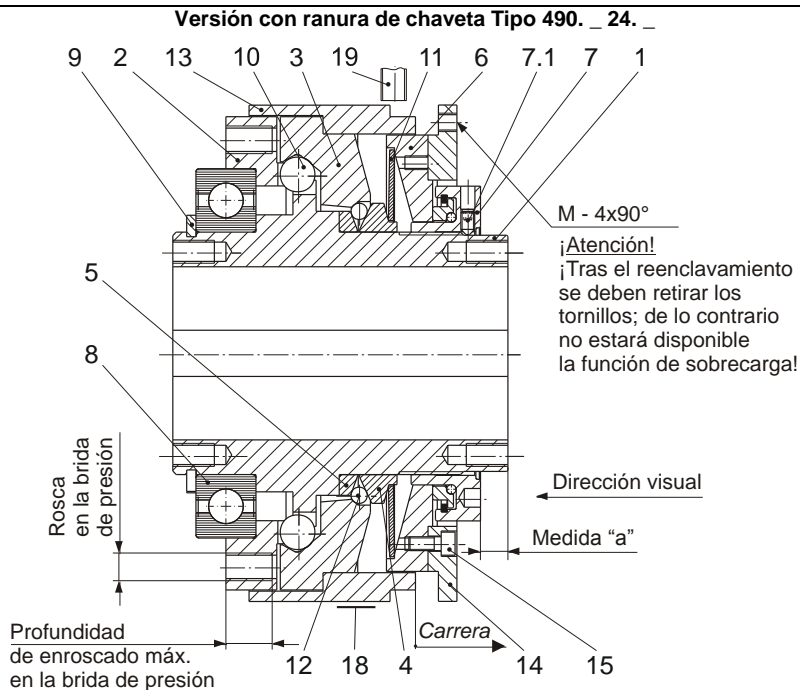

Figura 1
El reenclavamiento del limitador de par EAS[®]-compact[®] a rotación libre se realiza mediante 4 tornillos de cabeza hexagonal (Figura 1; el cliente debe ponerlos a disposición: M8 para tamaño 4; M10 para tamaño 5), enroscados uniformemente en la placa de enclavamiento (14) mediante presión axial sobre la cubierta de sellado (13).
Tenga en cuenta la profundidad de enroscado máxima en la brida de presión (Pos. 2 / Figura 1 y Tabla 3).